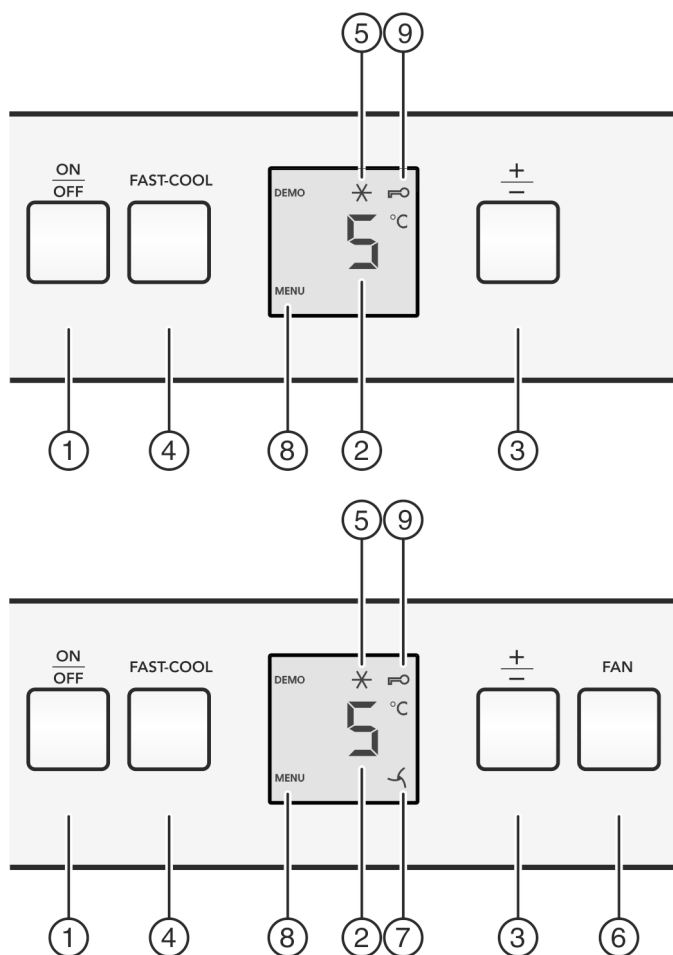

Fig. 2
- ▶ Aan/uit-toets Fig. 2 (1) indrukken.
- ▶ Toets Fast-Cool Fig. 2 (4) ca. 5 seconden indrukken.
- ▷ Op de display wordt het symbool Menu Fig. 2 (8) weergegeven.
- ▶ Met de toets Fast-Cool Fig. 2 (4) kort bevestigen.
- ▷ Het symbool Kinderbeveiliging Fig. 2 (9) op de display gaat branden.
- ▶ De toets On/Off Fig. 2 (1) kort indrukken.
- ▶ Temperatuurfunctie oproepen: Druk de insteltoets "+/-" Fig. 2 (3) in.
- ▶ Temperatuur in 1 °C stappen wijzigen: Druk de insteltoets "+/-" Fig. 2 (3) net zo vaak in, totdat de gewenste temperatuur op het temperatuurdisplay oplicht.
- ▶ Toets Fast-Freeze Fig. 2 (4) kort indrukken.
- ▷ Het symbool Fast-Cool Fig. 2 (5) brandt op het display.
- ▷ Het symbool Fast-Cool Fig. 2 (5) op het display gaat uit.
- ▶ Toets Fan Fig. 2 (6) kort indrukken.
- ▷ Het symbool Fan Fig. 2 (7) brandt.